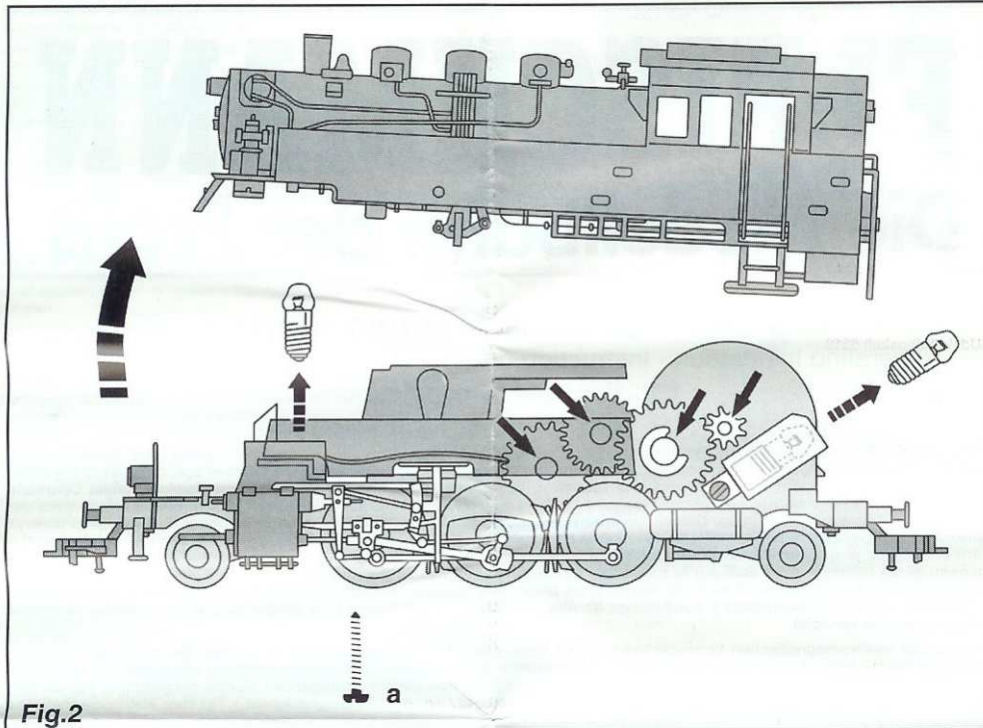

Fig.2
Ein Öffnen der Lok ist nur zum Einbau eines digitalen Empfängerbausteins, Lampenwechsel, Kupplungstausch, Schleifkohlenwechsel und Ölen der Motor- und Getriebelager erforderlich. Die Schraube a lösen und das Gehäuse nach oben abheben (Fig.2).
Lampenwechsel: Vor dem Herausdrehen der hinteren Glühlampe Lampenabdeckung abschrauben (Fig. 2). Ersatzglühlampen: 6535
Ölen: Geölt werden Motor und Getriebe nur an den gekennzeichneten Lagerstellen (Fig. 2 und 3).
**Opening the loco** is only necessary to change the bulb, to install a digital receiver, to change coupling, to replace carbon brushes, to oil the motor and gear-box axles. Remove screw **a** and lift the loco body upwards (fig.2).
**Changing the bulbs:** Undo the lamp cover before unscrewing the rear bulb (fig.2). **Spare bulbs:** 6535
**Lubrication:** The motor and gear-box need only be lightly oiled at the bearing points marked (fig. 2 and 3).
**Le démontage de la locomotive** est uniquement nécessaire pour l'installation d'un decodeur digitale remplacement, pour changement des attelages, pour des ampoules des balais ainsi que pour le graissage du moteur et des engrenages. Enlever les vis a et retirer la carrosserie en la soulevant (fig. 2).
**Remplacement de l'ampoule:** Avant de dévisser l'ampoule arrière dévisser le couvercle (fig.2). **Ampoule de rechange: 6535**
**Graissage:** Le moteur et les engrenages doivent être huilés uniquement aux endroits indiqués (fig. 2 et 3).
**Het openen van de loc** is alleen nodig bij het wisselen van de lampen en de koolborstels, het wisselen van de koppeling, de inbouw van een digitale ontvangerbouwsteen, het oliën van de motorenlagers en de tandwielen. Schroef a losdraaien en de kap naar boven losnemen (fig. 2).
**Het wisselen van de lampjes:** Voor het losdraaien van het achterste gloeilampje de lampafdekking los schroeven (fig. 2).
**Olieën:** De motor en de aandrijving hoeven alleen op de aangegeven plaatsen geolied te worden (fig. 2 en 3).
At öppna loket fordras endast för byte av glödlampa, Udskiiftning af kobling, indbygning af digital modtagerenhed, udskiiftning af kul og smöring af lejer. Avlägsna skruvarna a. Ta av kåpanlodrátt uppåt (fig.2).
**Udskiiftning af pære:** Afdækningen og pæren skrues af (fig.2). **Udskiiftningspære: 6535**
**Olie:** Motor og drev skal kun smøres hvor pole viser (fig. 2 og 3).
**L'apertura della locomotiva** si richiede solo per il cambio delle lampade, per la sostituzione della spazzole di carbone di contatto, per Sostituzione gancio, per oliare i cuscinetti del motore e dell'ingranaggio. Rimuovere le viti a e sollevare verso l'alto il mantello (fig. 2).
**Sostituzione della lampada:** Per sostituire la lampadina interna svitare il coperchio del l'apposito al loggiamento (fig.2).
**Lubrificazione:** Il motore e l'ingranaggio vengono lubrificati solo nei punti contrassegnati dei supporti (fig. 2 e 3).